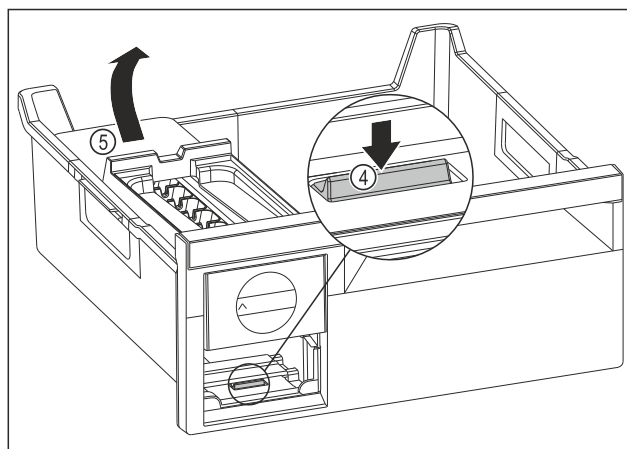

Fig. 78
- Estrarre il corpo dell'EasyTwist-Ice: Con un dito spingere la linguetta Fig. 78 (4) verso il basso e allo stesso tempo, con l'altra mano, sollevare il corpo dell' EasyTwist-Ice Fig. 78 (5) da dietro.